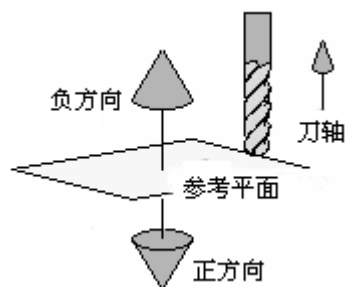

图 5-11
- 单击 , 验证刀轨, 单击 **Compare 比较**, 显示如图 5-11 所示的加工结果: 余量不均匀, 请阅读下一节解决此问题。